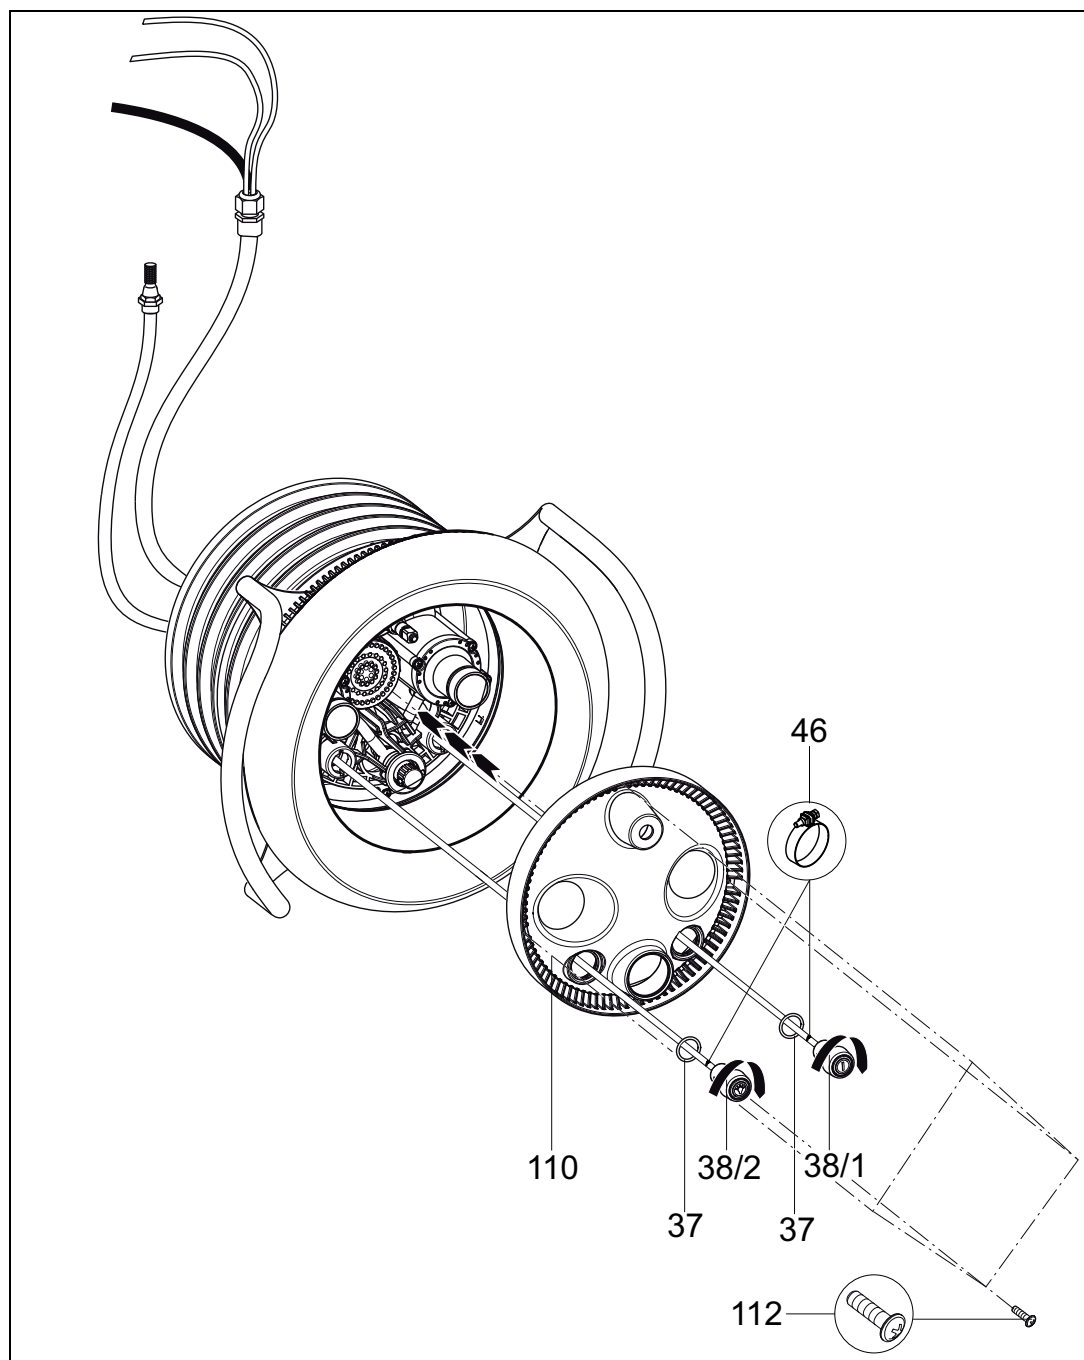

Fig. 12
10. Guider les flexibles pneumatiques à travers les orifices inférieurs / extérieurs du couvercle de l'éclairage (**110**) (éclairage MARCHE/ARRET à gauche; pompe MARCHE/ARRET à droite). Centrer le couvercle de l'éclairage (**110**) sur le corps de buses (**102.1**) et le fixer avec quatre vis auto taraudeuses (**112**) (*Fig. 12*).
11. Faire glisser un joint torique (**37**) sur chaque bouton-poussoir pneumatique (**38/1;38/2**). Fixer les flexibles pneumatiques aux boutons poussoirs correspondants avec les colliers de serrage (**46**). Insérer les deux boutons poussoirs pneumatiques à travers le couvercle de l'éclairage (**110**) dans le corps de buses et les verrouiller en appliquant une rotation dans le sens des aiguilles d'une montre (*Fig. 12*).